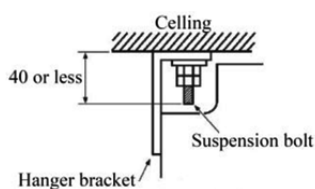

Fig. 4
* Regolare la distanza tra l'unità e il solaio (vedere Fig. 4).